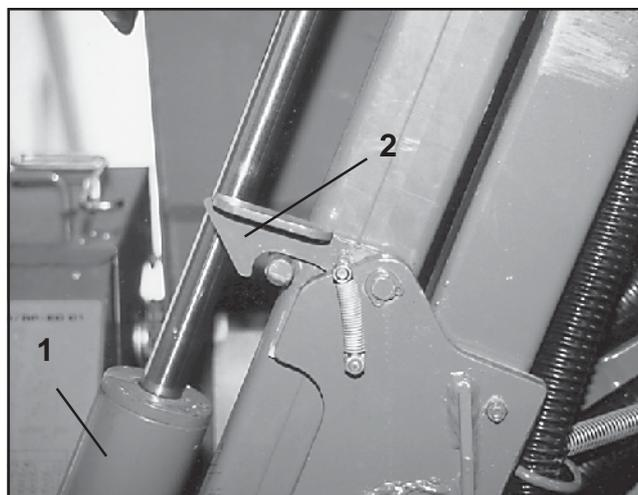

Fig. 6.6
- Relevez les éléments semeurs placés aux extrémités en position de transport, en utilisant le vérin hydraulique (6.6/1) et verrouillez les dans cette position à l'aide du cliquet (6.6/2). En position de verrouillage, le cliquet prend la position représentée à la figure 6.6.